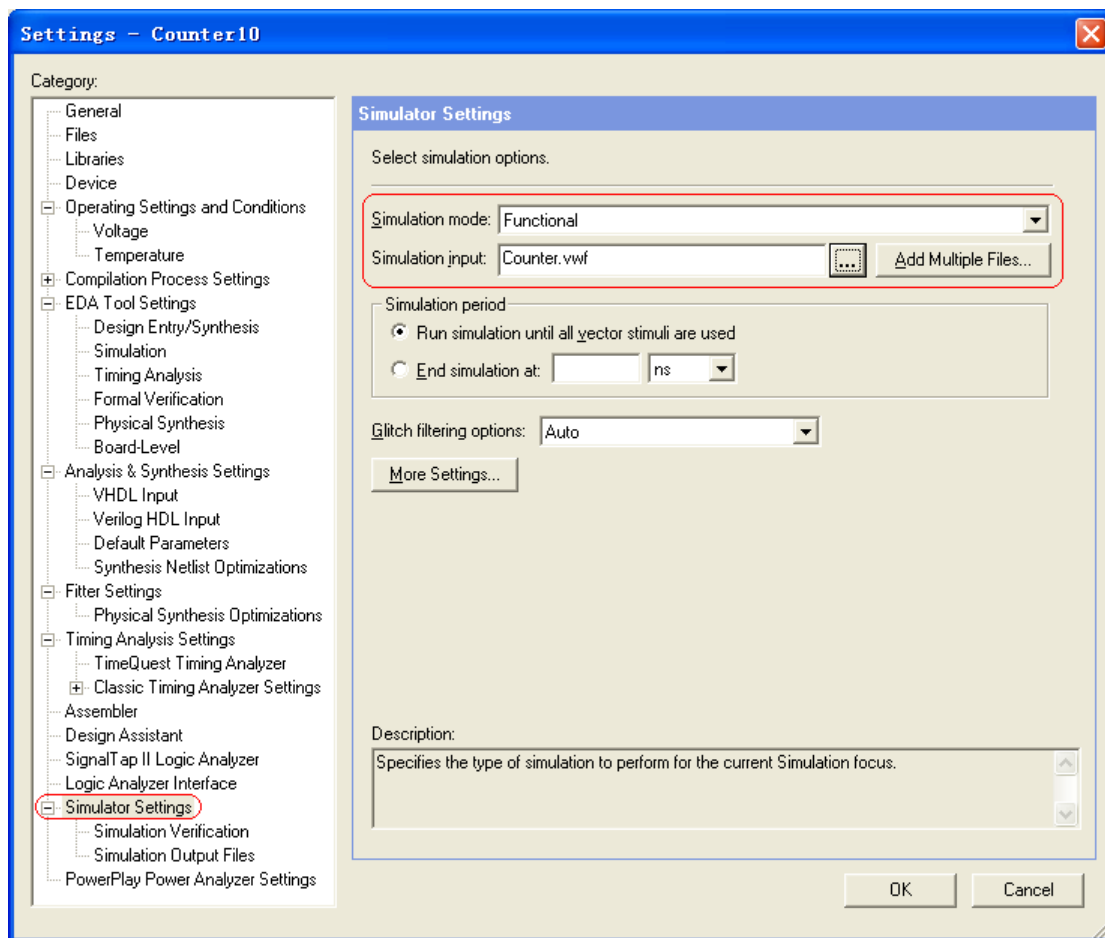

图 3-31 仿真模式设置对话框
19. 要生成功能仿真网表，首先设置仿真模式。点击菜单项 Assignment->Settings，选中 Simulator Settings 选项卡，出现图 3-31 所示对话框。在 Simulation mode 中选择 Functional，Simulation input 选择刚才建立的波形文件，完成后点击 OK。